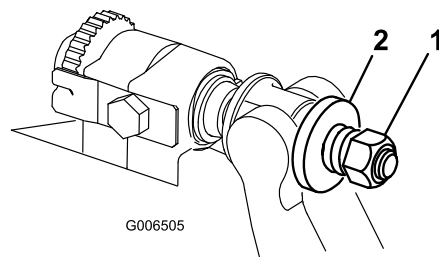

Figura 22
- Aperte a porca da mola tensora até que a mola fique recolhida; em seguida, desaperte meia volta (Figura 22).